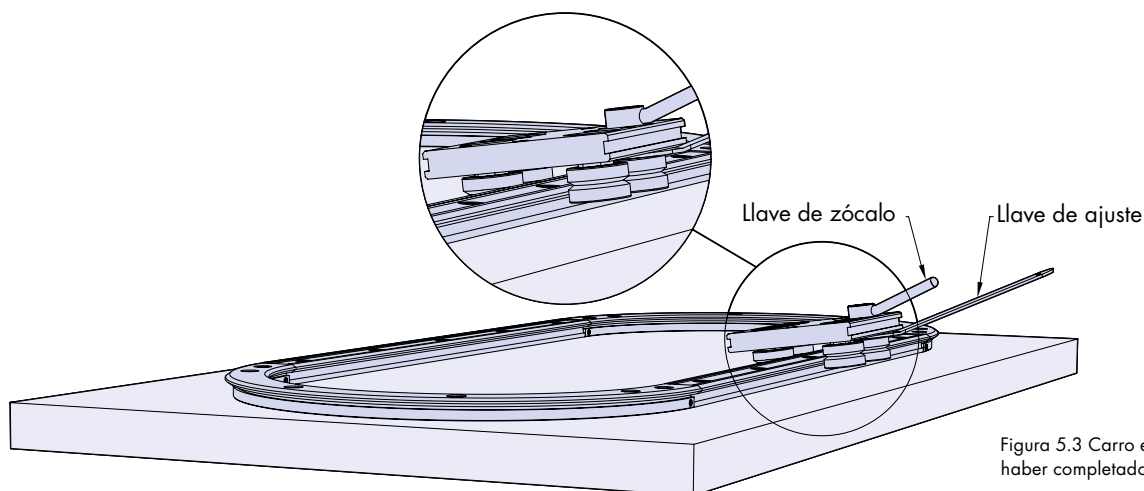

Figura 5.3 Carro ensamblado después de haber completado el montaje del circuito.
5.3 El segundo método es mediante el ajuste de las placas de carro a la guía después de haber completado el sistema circuito. Este proceso se realiza mediante una llave de zócalo, tal y como se muestra en la figura 5.3. Si se utiliza este método de ajuste de los carros, se tendrán que quitar todos los lubricadores antes del ensamblaje.